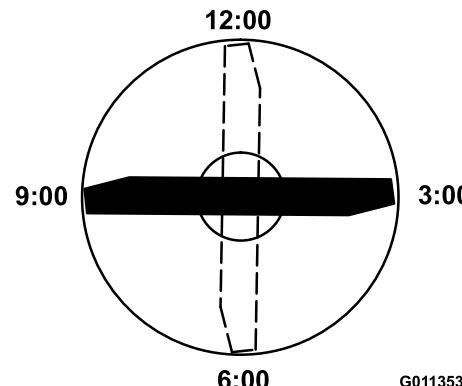

Bild 70
4. Drehen Sie die markierte Seite des Messers auf die 3- und die 9-Uhr-Stellung und messen Sie die Höhe (Bild 70).
3. Positionieren Sie die Schnittkante der markierten Messerseite in die 12-Uhr-Stellung (geradeaus in Mährichtung) und messen die Höhe vom Tisch bis zur Schnittkante (Bild 70).